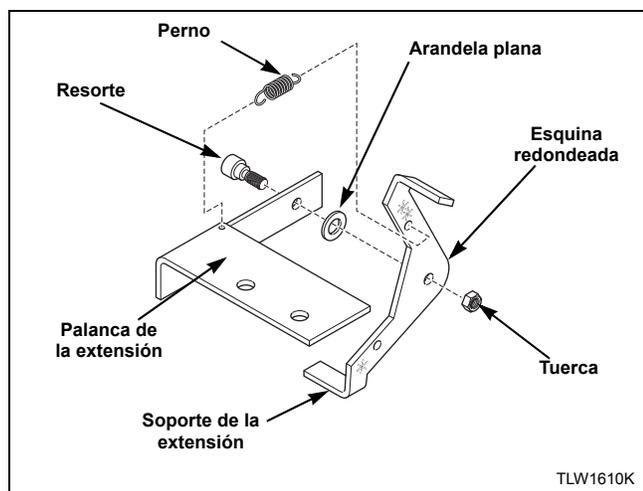

Figura 22
3. Instale la palanca de la extensión con la esquina redondeada mirando en dirección opuesta al soporte de la extensión usando un perno, una arandela y la tuerca. Consulte la *Figura 22*.
4. Instale el resorte en el soporte de extensión con el gancho apuntando hacia abajo. Instale el otro extremo del resorte a la palanca de la extensión con el gancho apuntando hacia la izquierda mientras está parado en frente de la unidad. Consulte la *Figura 22*.